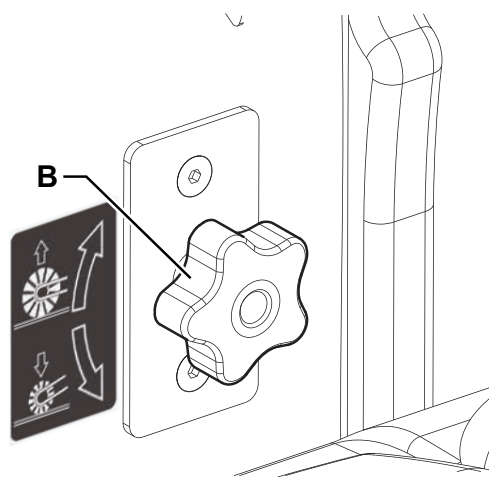

Figure 7
2. Tourner la poignée (B, Fig. 7), en considérant que :
- Après avoir soulevé le balai avec le levier (63), pour réduire la largeur de la trace il faut tourner la poignée dans le sens des aiguilles d'une montre